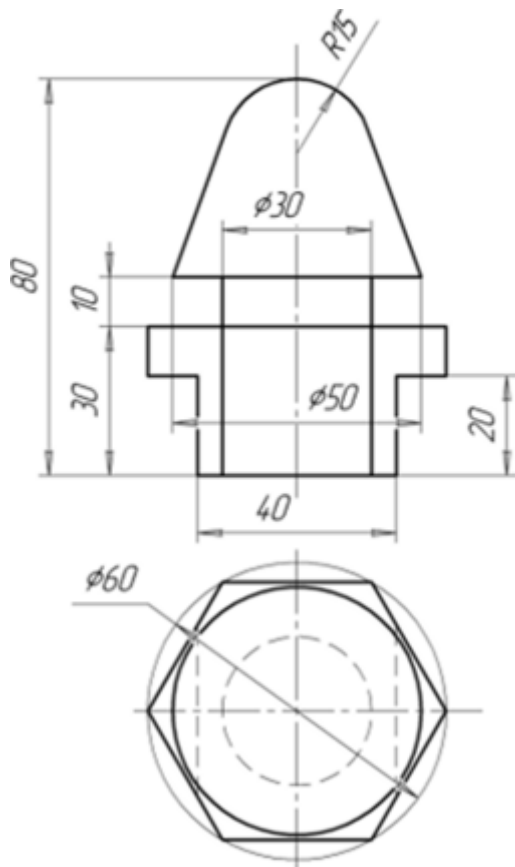
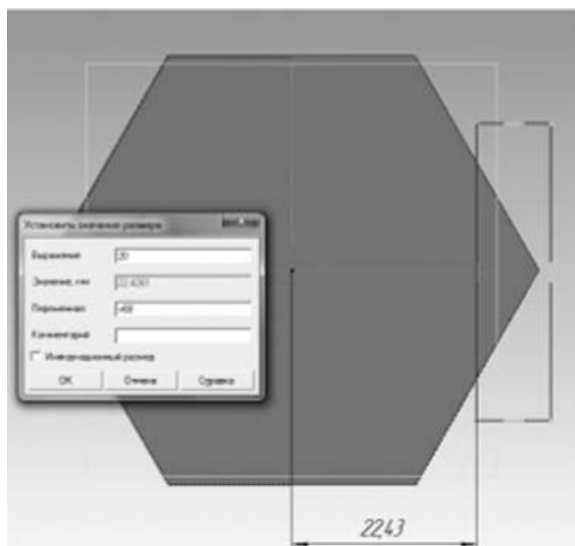

Рис. 8.1- Исходные данные для построения 3D-модели
Рис. 8.4- Построение эскиза для выреза
- 6.1. Выделяем курсором плоскость нижнего основания детали и в ней, перейдя в режим *Эскиза*, строим прямоугольник произвольных размеров (рис. 8.4), а затем задаем размеры его привязки к системе координат так, чтобы они удовлетворяли чертежу на рис. 8.1.
- 6.2. Закрываем *Эскиз* (см. рис. 8.4) и включаем команду *Вырезать выдавливанием*. На *Панели свойств* задаем: направление построения — *Прямое*, расстояние — 20. Далее «создаем объект»